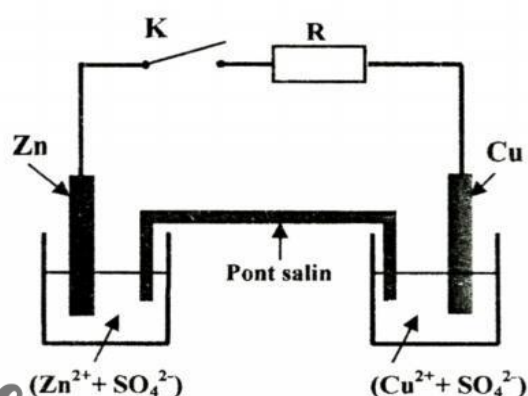

Fig. 1
On considère la pile Daniell formée par l'association de deux demi-piles (A) et (B); comme le montre le schéma de la figure 1.
- La demi-pile (A) est constituée d'une lame de zinc (Zn) qui plonge dans une solution aqueuse de sulfate de zinc ($Zn^{2+} + SO_4^{2-}$), de concentration molaire $C_1 = 0,20 \text{ mol.L}^{-1}$ et de volume $V = 200 \text{ mL}$.
- La demi-pile (B) est constituée d'une lame de cuivre (Cu) qui plonge dans une solution aqueuse de sulfate de cuivre ($Cu^{2+} + SO_4^{2-}$), de concentration molaire $C_2 = 0,20 \text{ mol.L}^{-1}$ et de volume $V = 200 \text{ mL}$.
- Le pont salin, contenant une solution électrolytique, assure le lien entre (A) et (B).